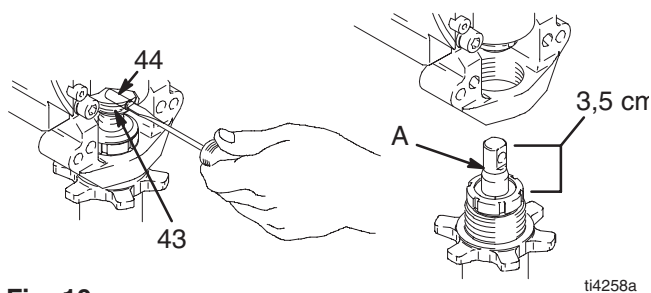

Fig. 10
4. Fig. 10. Låt pumpen slå i JOG-läge tills pumpstiftet (44) står i läge så att det kan tas bort. Stäng av strömmen och dra ur sladden. Tryck låsringen (43) och tryck ut pumpstiftet.
1. Fig. 10. Dra ut pumpstången 3,5 cm. Fetta in överändan på pumpstången vid (A) eller på insidan vevstaken.